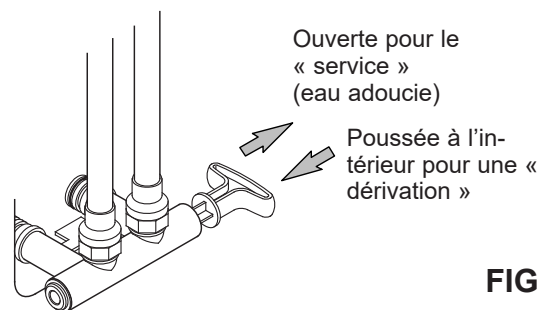
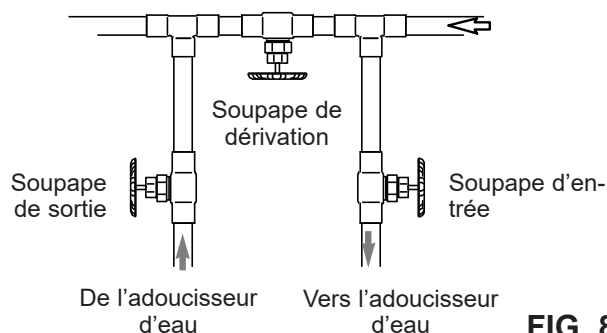

FIG. 7
FIG. 8
Installez une soupape de dérivation simple (incluse), de la manière illustrée à la figure 7, ou, si telle est votre préférence, le système de dérivation à trois robinets (pièces non incluses) en vous reportant à la figure 8. Les robinets de dérivation vous permettent de couper l'eau alimentant l'adoucisseur, au besoin, pour effectuer des travaux d'entretien tout en continuant d'avoir de l'eau dans les tuyaux.
**ATTENTION :** Le tuyau d'eau froide (en métal) d'une maison est souvent utilisé pour assurer la mise à la terre du circuit électrique de l'habitation. Le mode d'installation de la soupape de dérivation triple illustré à la Figure 8 maintiendra la continuité de la mise à la terre. Si vous utilisez des soupapes de dérivation en plastique sur l'appareil, la continuité sera rompue. Pour rétablir la mise à la terre, procédez comme suit :
2. Placez la soupape de dérivation (simple ou à trois robinets) en position de « dérivation ». Consultez les figures 7 et 8 à la page 8.